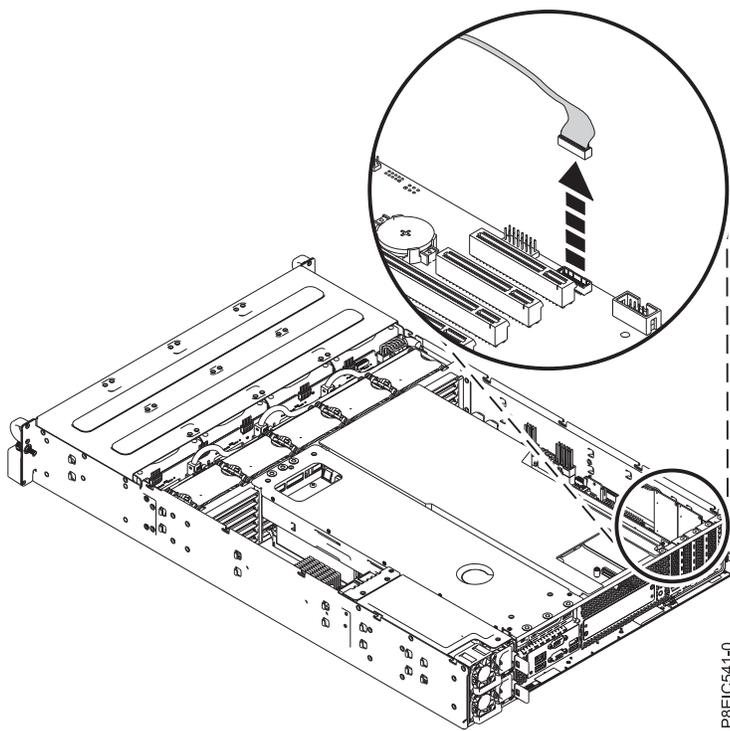

Figura 25. Removendo o cabo de sinal do ventilador frontal
5. Remova o cabo de sinal do ventilador frontal do painel traseiro do sistema, conforme mostrado na Figura 25.